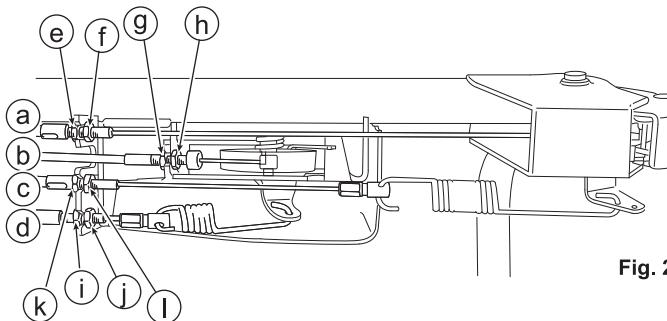

Fig. 23
8.5.1 Manette des gaz (Voir Figs. 23 et 24)
8.5.2 Levier de la lame (Voir Figs. 23 et 25)
- 3 Vérifiez que la lame s'arrête complètement lorsque vous relâchez le Levier de la lame (C).
8.5.3 Levier d'embrayage (Voir Figs. 23 and 26)
- 3 Vérifiez que la machine peut être tirée vers l'arrière lorsque le Levier d'embrayage (B) est relâché.
8.5.4 Levier de changement de vitesse (Voir Figs. 23 et 27)